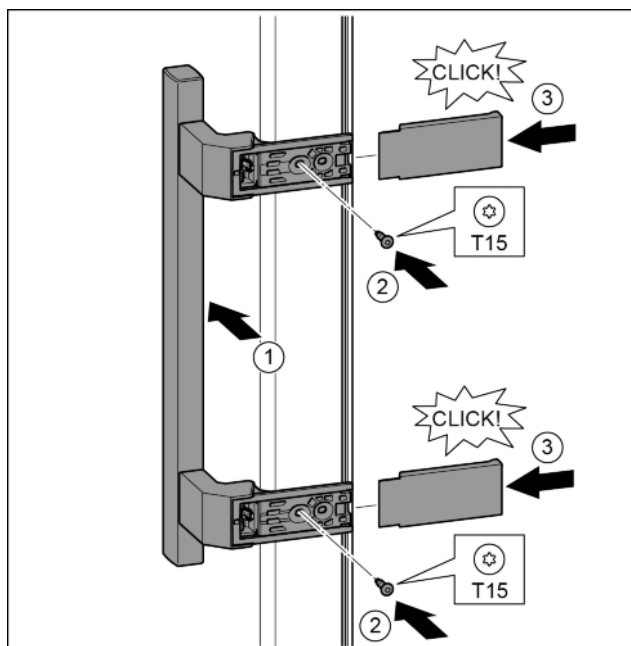

Fig. 38
- ▶ Встановіть ручку з протилежного боку. Fig. 38 (1)
- ▶ Закрутіть гвинти за допомогою викрутки T15. Fig. 38 (2)
- ▶ Встановіть кришки з боків та вставте їх. Fig. 38 (3)